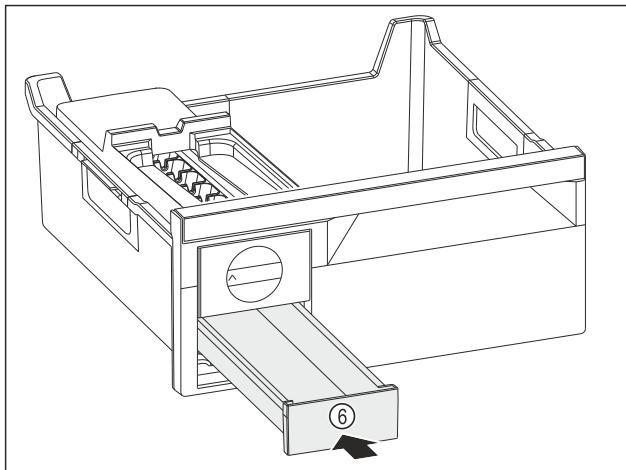

Fig. 87
- Inserați sertarul pentru cuburi de gheață Fig. 87 (6).